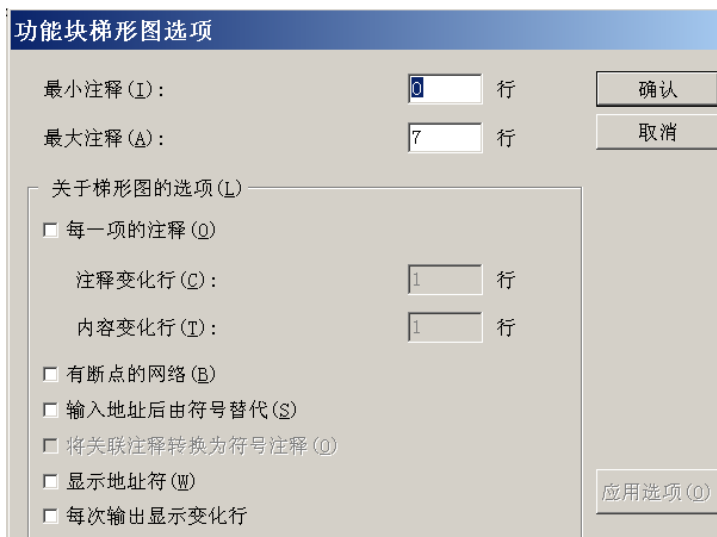

图 3-2-14 “其它”菜单（2）
- 选项：在梯形图中，使用“选项”菜单，则会弹出如图 3-2-14 所示的“功能块梯形图选项”对话框，可以进行梯形图的相关参数设置。